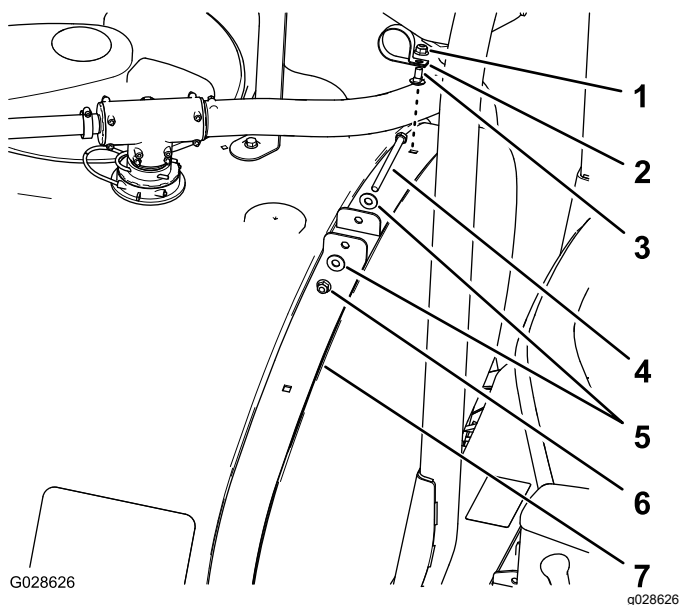

Figura 5
2. Retire e guarde o parafuso (3/8 x 5 pol.), as anilhas e a porca de bloqueio flangeada que fixam as cintas dianteiras do depósito à parte superior do depósito (Figura 5).